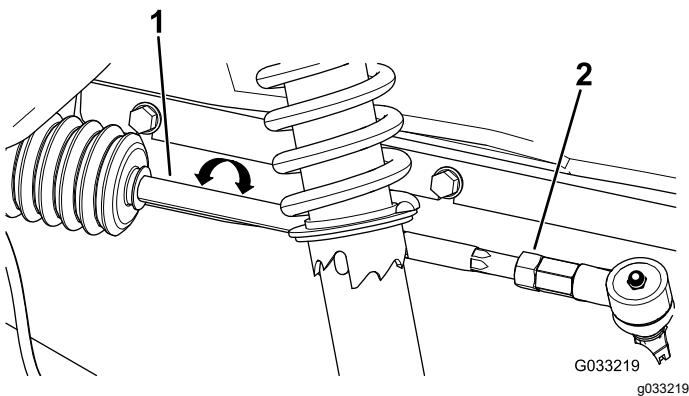

Figure 42
- Si la mesure n'est pas comprise entre 0 et 6 mm (0 et ¼ po), desserrez les écrous de blocage aux extrémités extérieures des biellettes (Figure 42).